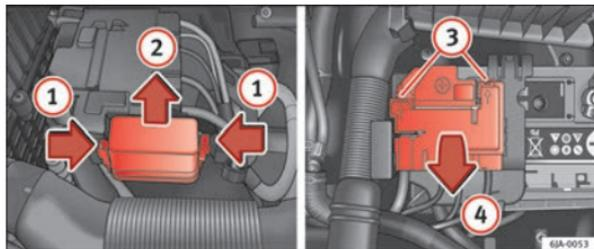

Fig. 149 Batería: tapa de fusibles (variante 1)
- Presione simultáneamente las lengüetas flexibles de la cubierta de fusibles en la dirección de las flechas ① ⇒ fig. 149.
- Saque la tapa deslizándola en el sentido de la flecha ②.
- Con un destornillador plano, desbloquee los seguros en los orificios ③.
- Abra la tapa en el sentido de la flecha ④.